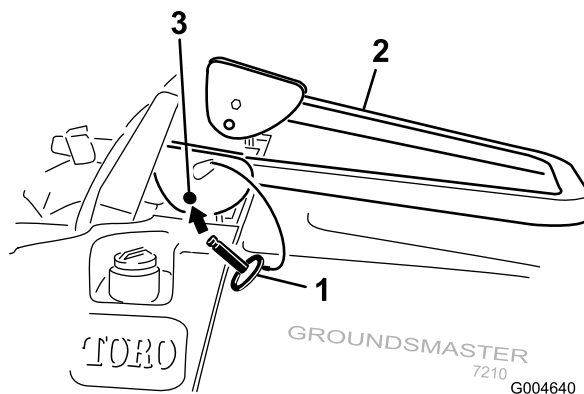

Figura 14
2. Baje la barra anti-vuelco (Figura 14).